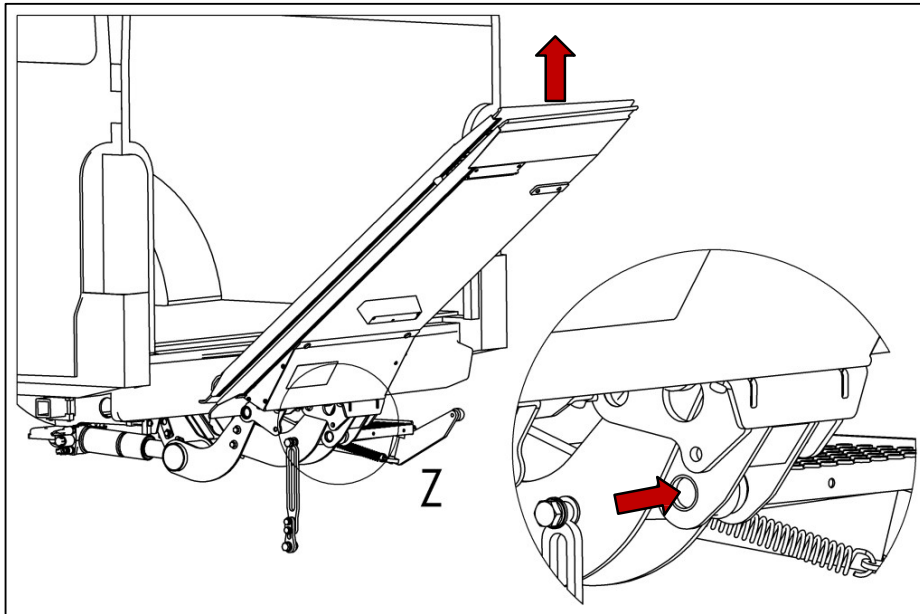

Fig. 61
- Levante la punta de la plataforma hasta que el punto de apoyo de la varilla de cierre (punto de unión para la varilla de cierre) esté alineado con el punto de apoyo del brazo oscilante (punto de unión inferior en la plataforma) (ver Fig. 61).